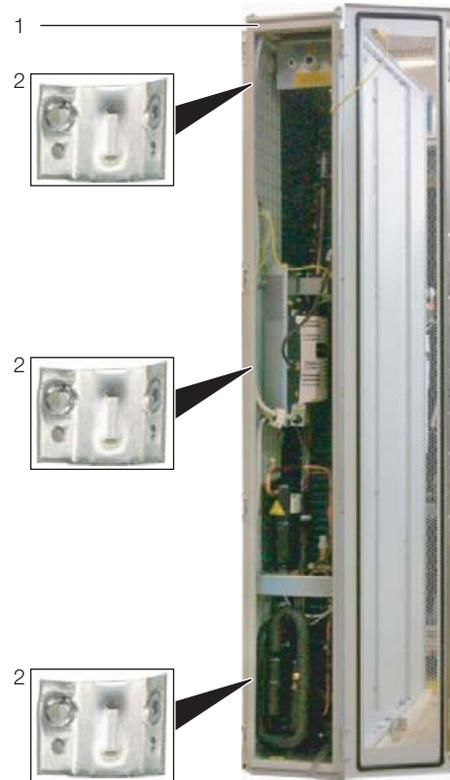

Imagen 17: LCP Rack DX – Parte trasera
- Fije tres estribos de unión respectivamente (imagen 17, pos. 2) mediante los tornillos correspondientes a los puntos de fijación previstos en
los listones de montaje de la parte frontal y trasera del LCP DX (imagen 17, pos. 1).